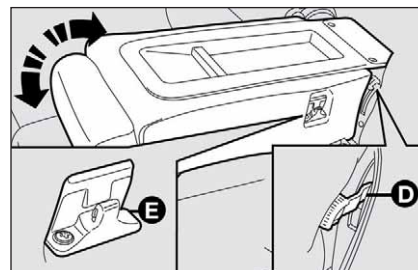

fig. 44
- ☐ agir sur le levier **D**-fig. 44 (un sur chaque côté)
Pour replacer le dossier central en position verticale, actionner de nouveau le levier **D**-fig. 44 (un sur chaque côté) et le réaligner aux dossiers latéraux arrière jusqu'à perception du déclic du crochet de sécurité spécifique **E**.